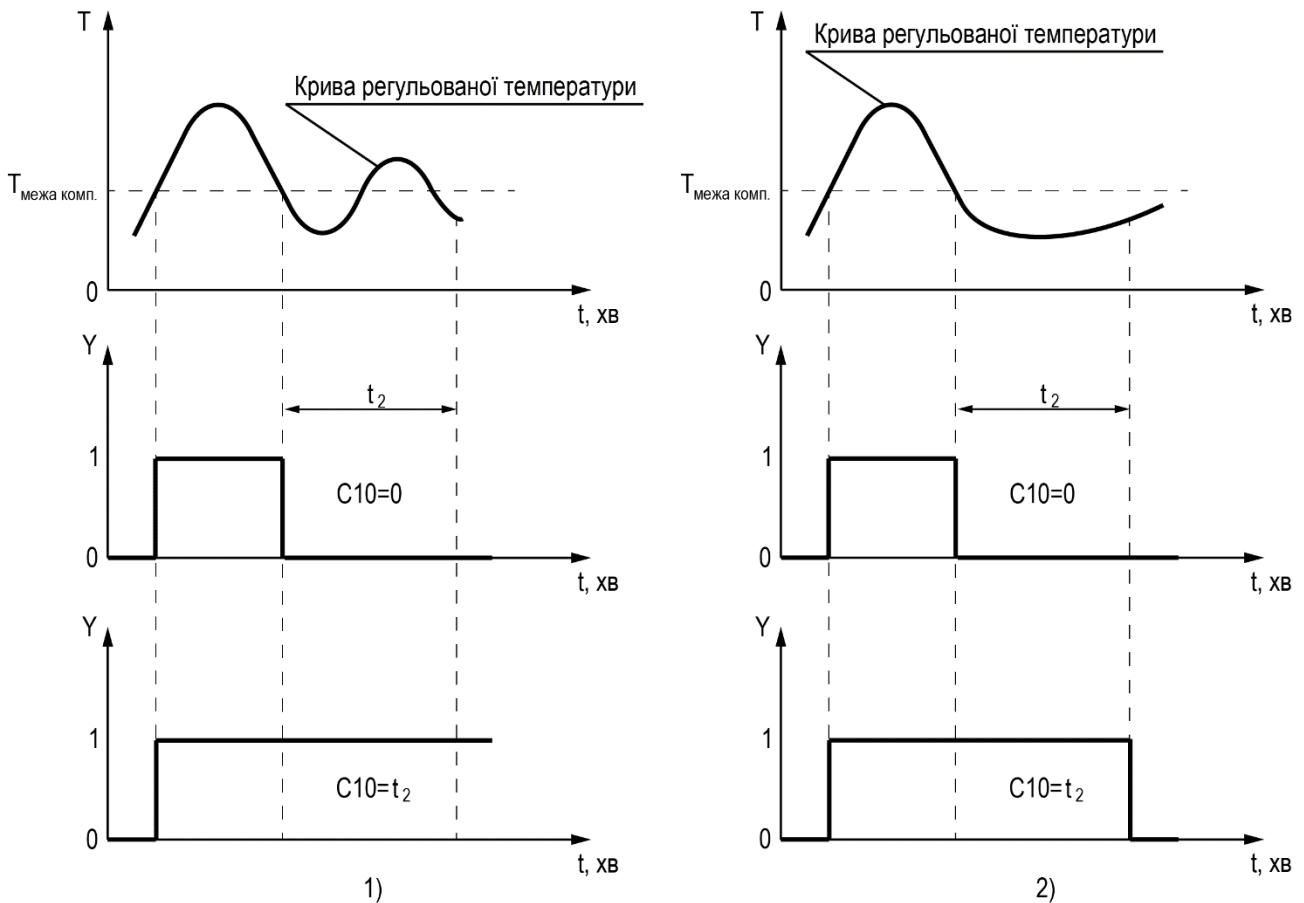

Рисунок 7.22 – Затримка відпускання компаратора: 1) компаратор «не відпустив»; 2) компаратор «відпустив»
- якщо час перебування керованої величини нижче встановленої межі після спрацьовування компаратора менше t_2 (встановленого часу затримки відпускання компаратора), то відпускання не відбувається (рисунок 7.22, 1);
- якщо час перебування керованої величини нижче встановленої межі після спрацьовування компаратора менше t_2 (установленого часу затримки відпускання компаратора), то відпускання не відбувається (рисунок 7.22, 2).